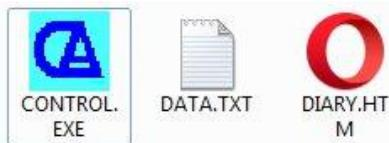

Рисунок 5 – Окно монитора с отображением содержания съёмного диска
- через несколько секунд после включения прибора система ПК (**ОС Windows XP и выше**) обнаружит его подключение. В разделе «Мой компьютер» появится новый съемный диск. На экране ПК отобразится окно (рисунок 5).